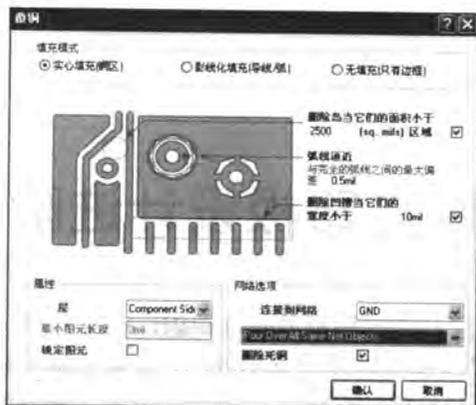

图 8-132 顶层敷铜设置
- [6] 执行【放置】/【敷铜】命令,在打开的【敷铜】对话框中进行属性设置,采用实心填充模式,连接到网络“GND”,先对顶层(Component Side)敷铜,并删除死铜,如图 8-132 所示。